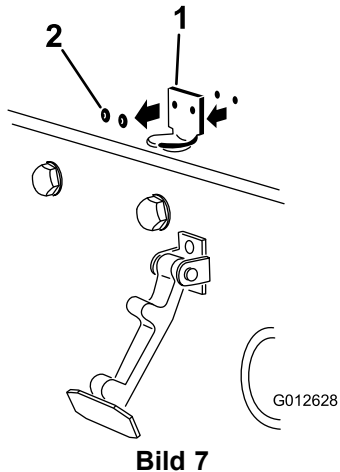

Bild 7
2. Entfernen Sie die zwei (2) Niete, mit denen die Halterung des Motorhaubenriegels an der Motorhaube befestigt ist (Bild 7). Nehmen Sie die Halterung des Motorhaubenriegels von der Motorhaube ab.